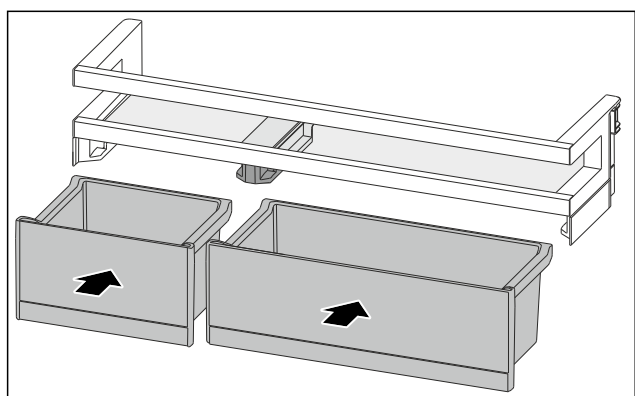

Fig. 194
- ▶ 排列互换后装入 VarioBox。(参见 Fig. 194)